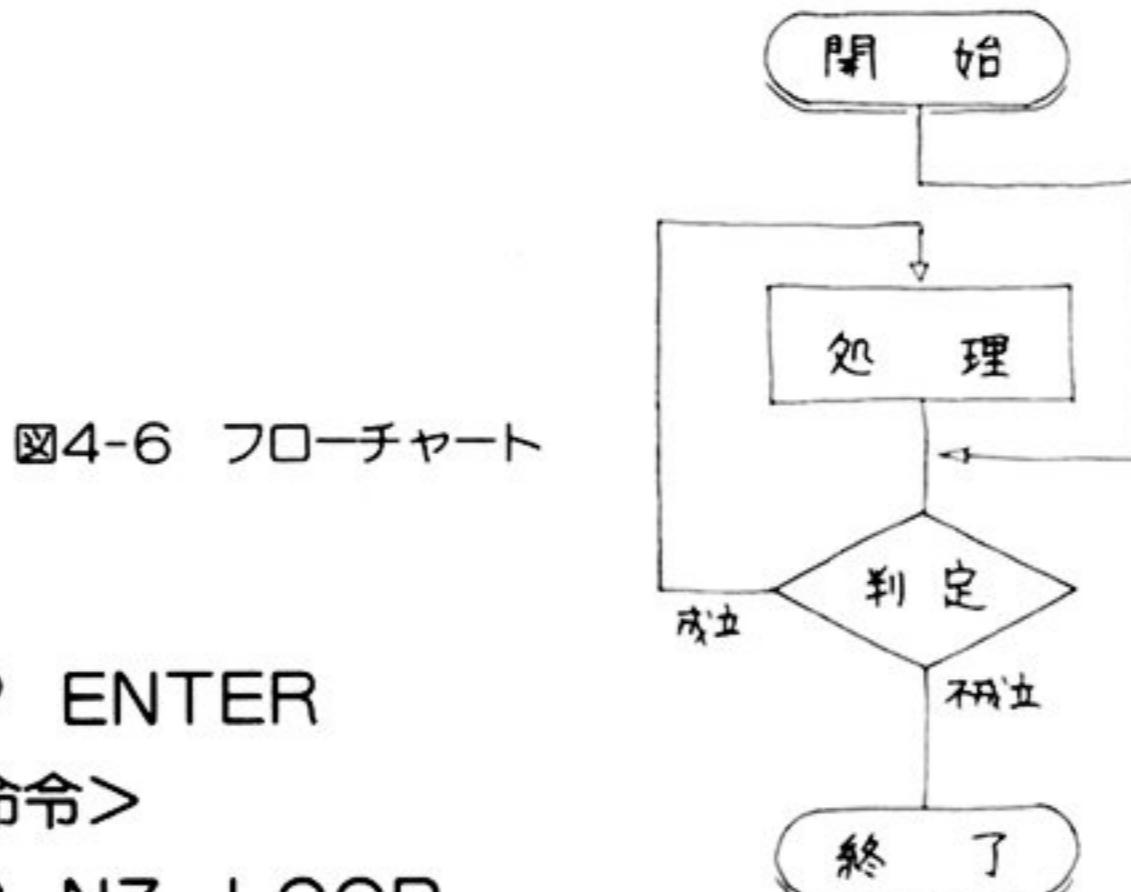

図4-6 フローチャート
③ 条件が成立していても、かならず 1 回は<文>を実行したいときのループその 2 (図 4-6)